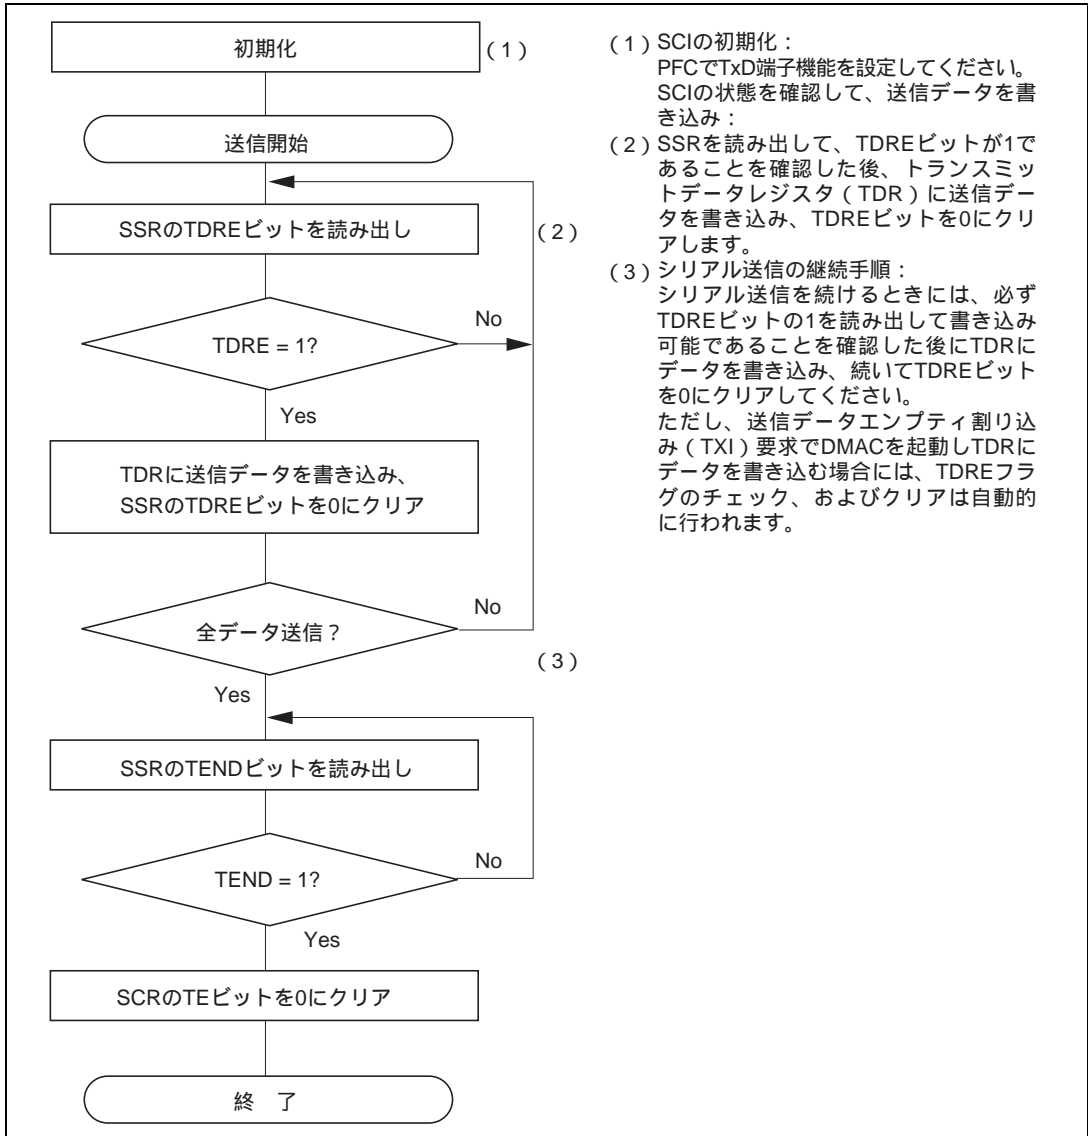

図 13.16 シリアル送信のフローチャートの例
- 図 13.16 にシリアル送信のフローチャートの例を示します。